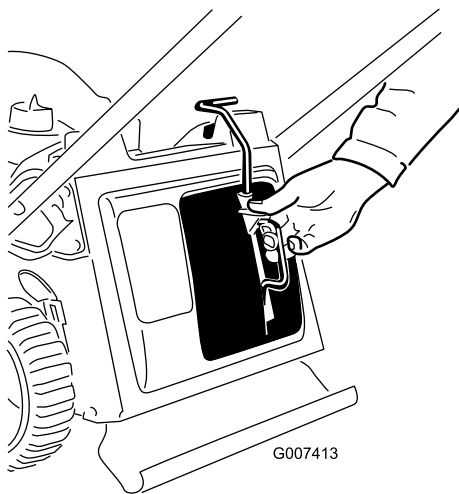

Figura 10
2. Apriete el botón de la palanca con el dedo pulgar e introduzca el tapón de mulching totalmente en el hueco (Figura 10).